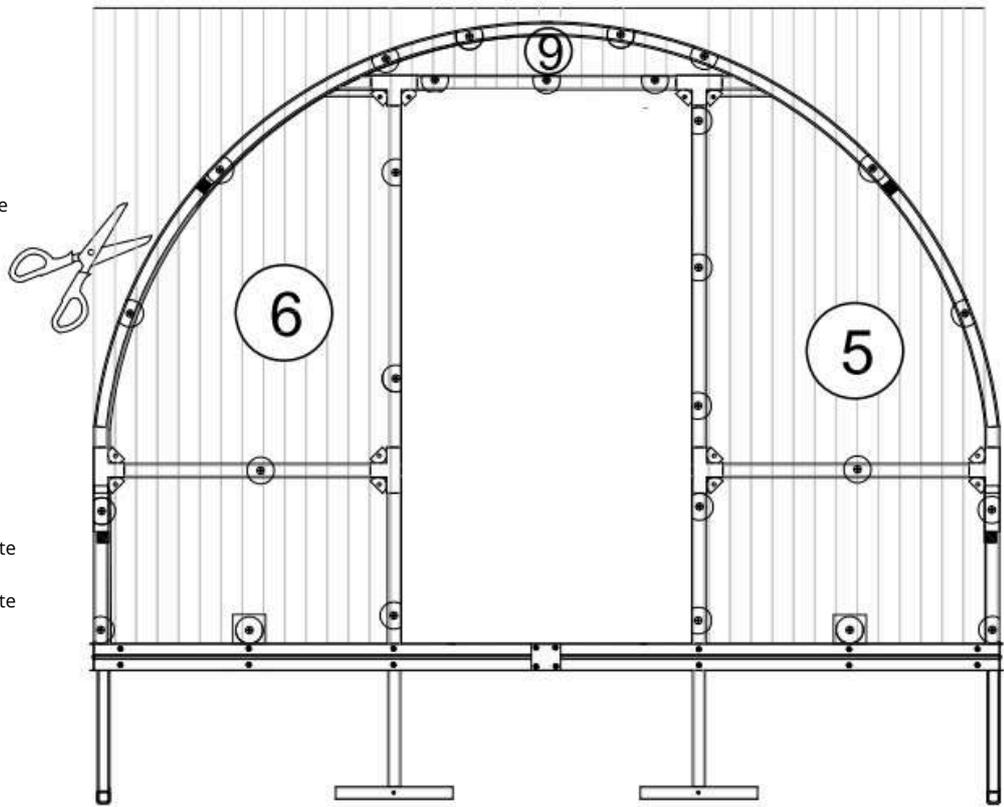

Fig. 14
**19** - Fixez deux pièces des plaques de polycarbonate découpées (voir le diagramme de coupe du polycarbonate) - les parties latérales (5 -, -6 -) à une extrémité au polycarbonate de la fenêtre (-9-) aux points de montage appropriés du cadre, avec des joints M5-40, des garnitures et des écrous. Fixez les autres extrémités aux plaques de montage en polycarbonate avec des boulons M5-16 et des écrous. **VOIR FIG. 14.**